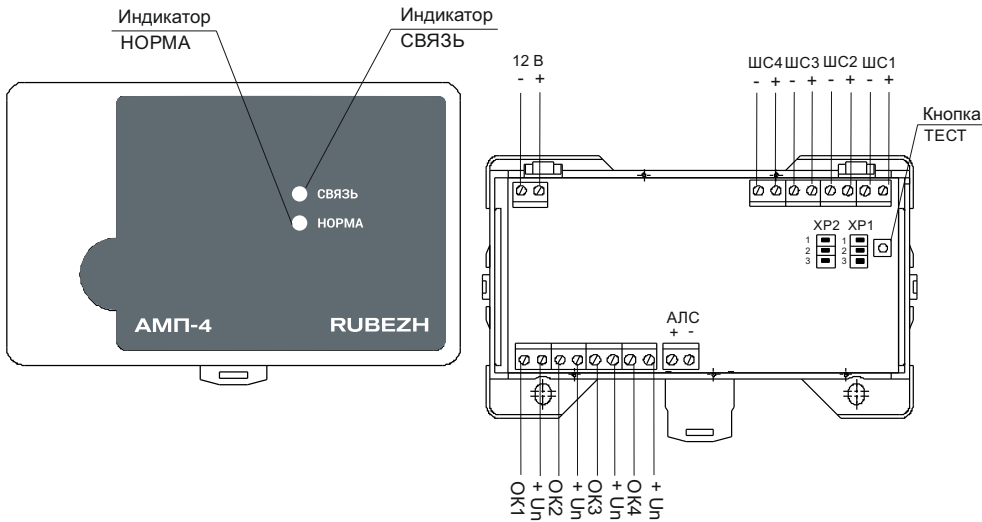

Рисунок 1
4.2 На плате адресной метки имеется кнопка ТЕСТ (рисунок 1). Кнопка предназначена для тестирования связи с прибором, а также для определения адреса устройства в АЛС и задания нового.
Защитный сброс ИП представляет собой кратковременное обесточивание шлейфа на 3 с и последующий контроль срабатывания ИП через 15 с после запитывания шлейфа. Возможно выключение функции защитного сброса перестановкой перемычек на контакты 2 и 3 разъемов ХР1, ХР2 (рисунок 1).
4.3.5 Охранный тип шлейфа (тип 6, 7) приведен на рисунке 6. На контакты 2 и 3 разъемов ХР1, ХР2 (рисунок 1) должны быть установлены перемычки. ХР1 отключает защитный сброс на ШС1 и ШС2. ХР2 отключает защитный сброс на ШС3 и ШС4. Отсюда следует назначать пары ШС1 – ШС2 или ШС3 – ШС4 одного типа.
6.2 Конфигурирование адресной метки можно осуществлять, не отключая АМП-4 от АЛС. Для этого нужно выбрать пункт «конфигурация» => «сервис» => «адресация устройств» и нажать кнопку на адресной метке (рисунок 1). На экране прибора высветится начальный адрес АМП-4.